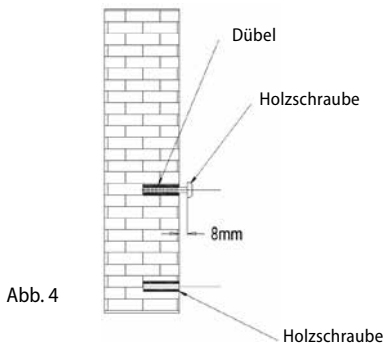

Abb. 4
5. In die oberen Löcher schrauben Sie die mitgelieferten Holzschrauben ein. Lassen Sie deren Köpfe etwa 8 mm herausragen (Abb. 4).